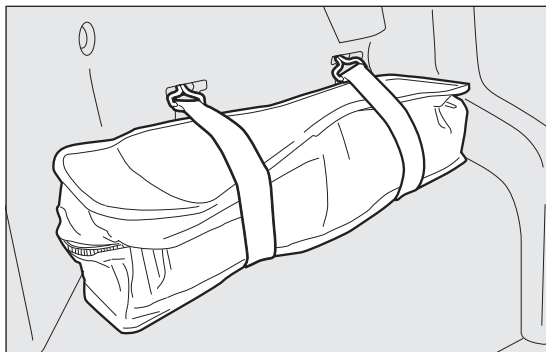

fig. 115
- ☐ abrir el maletero, retirar la bolsa de herramientas fig. 115 situada en el lado izquierdo del maletero soltando los elásticos de retención y poniéndola al lado de la rueda que se tiene que sustituir;